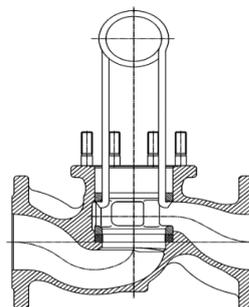

Bild 3
- » Laterne (Pos.5) mittels Laternenzieher herausziehen ohne die Oberfläche der Gehäusebohrung zu beschädigen (siehe Bild 3)
- » Laterne (Pos. 5) mittels Laternenzieher herausziehen ohne die Oberfläche der Gehäusebohrung zu beschädigen (siehe Bild 3)